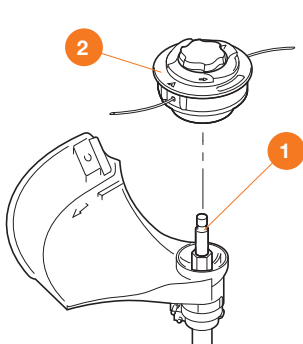

Рис. 8
- Зафиксируйте вал ключом на 16 мм ❶.
- Закрутите косильную головку по часовой стрелке ❷ (Рис. 8).